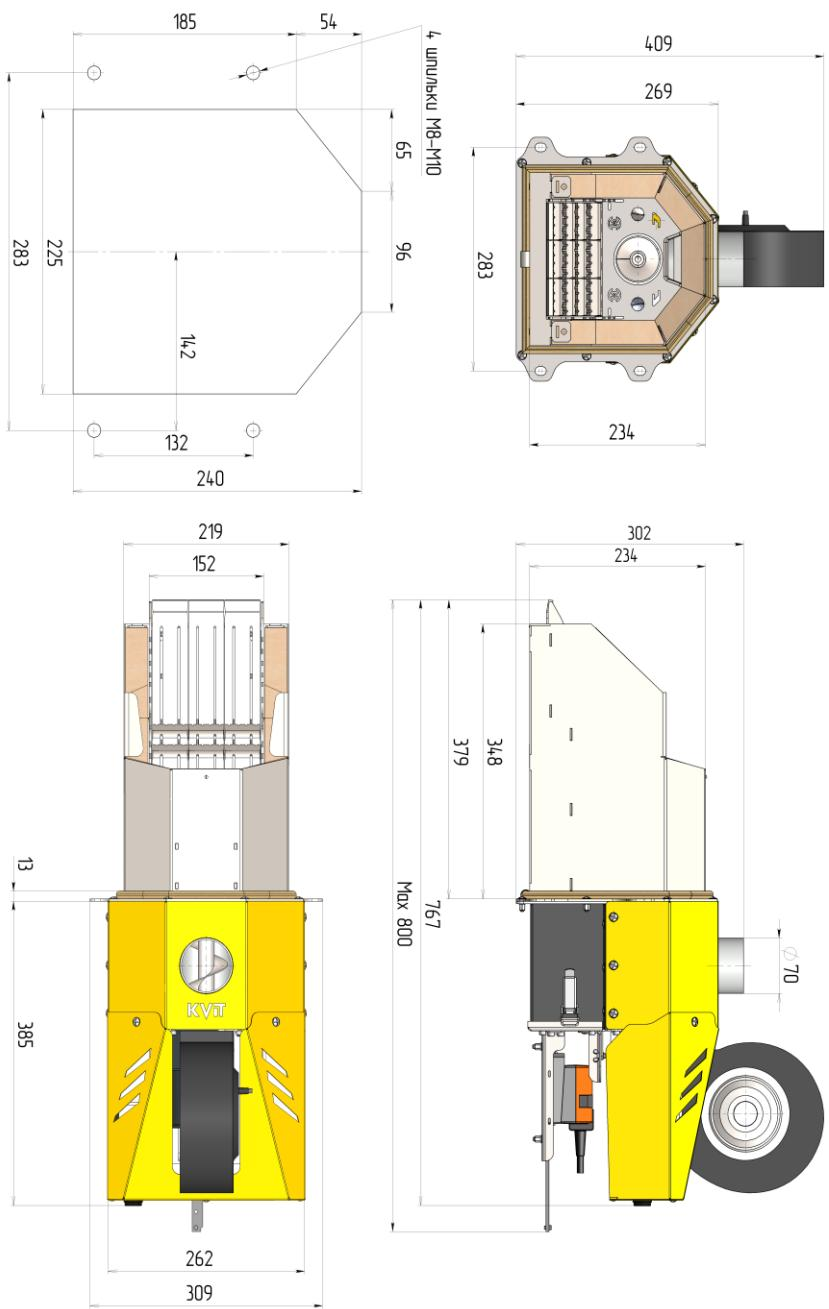

Рис.3 Габаритные и присоединительные размеры пеллетной горелки KVIT Lyuta 100 кВт.
- 2) Согласно схеме на Рис.3 выполнить монтажные отверстия в штатной дверце котла, если в комплекте поставки не предусмотрена дополнительная дверца горелки.